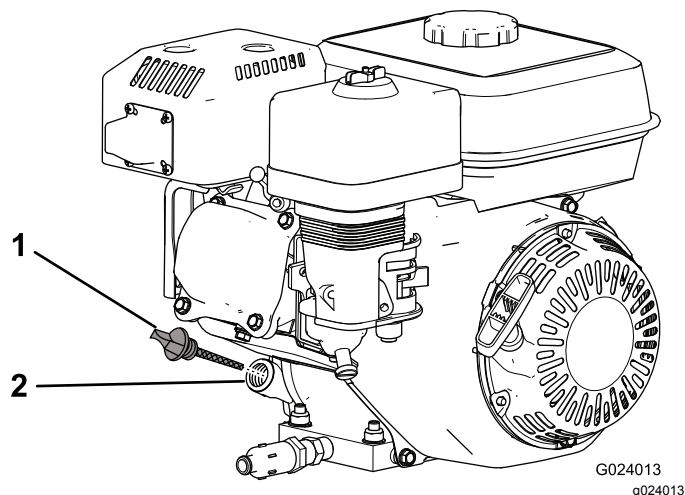

Figura 17
2. Apague el motor, espere a que se enfríe y limpie la zona alrededor del tapón de llenado/la varilla de aceite (Figura 17).